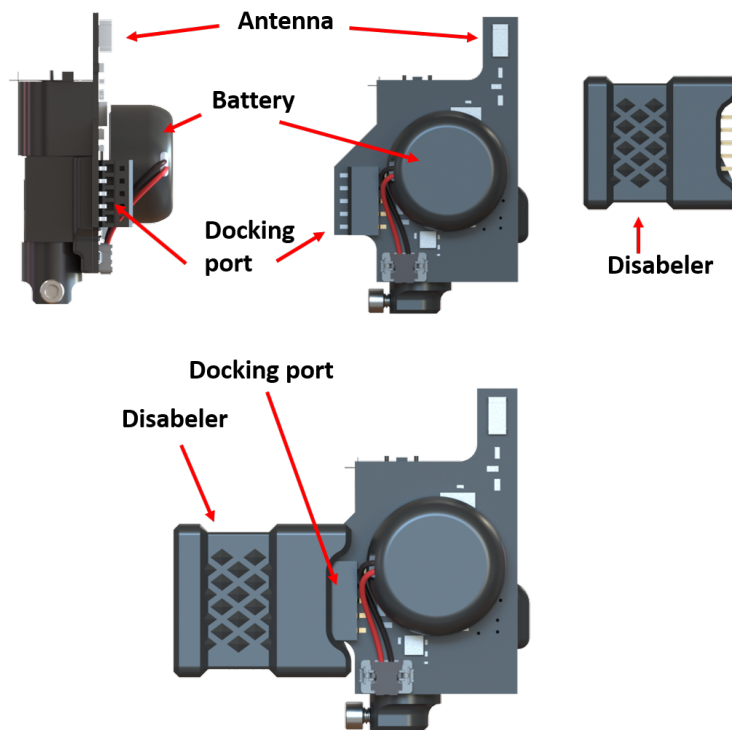

Figure 1.3 – Headstage et Désactivateur
Le *Headstage sans fil* (Fig. 1.3) est un dispositif opto-électronique qui établit le lien entre la canule à fibre optique et la station de base. Il contient des pilotes de DEL, deux DEL au choix (isosbestique + excitation du biosenseur) et un détecteur permettant à la fois d'envoyer des impulsions lumineuses pour illuminer les fluorophores et de collecter les longueurs d'onde d'émission. Le headstage utilise également une batterie pour alimenter les DEL.
- L'**Antenne** (Fig. 1.3) est une petite crête sur le côté du headstage utilisée pour transmettre le signal de photométrie sans fil.
- La **Batterie** sert de source d'alimentation pour le fonctionnement du headstage. Deux types de batteries sont disponibles : Type A et Type B, chacun offrant des durées de charge et des poids différents. Pour plus de détails, veuillez consulter le tableau des spécifications ci-dessous (Tableau 2.1, and 2.3). Une fois la batterie assemblée au headstage, il est préférable de ne pas la déconnecter afin d'augmenter la longévité de l'appareil. En effet, plus de 20 cycles de déconnexion-reconnexion peuvent considérablement desserrer le connecteur du headstage. Une fois l'expérience terminée, pour économiser la charge restante de la batterie, le headstage doit être connecté à la station de charge de la batterie ou au désactivateur (Fig. 1.3). Sinon, le headstage continuera à rechercher des connexions sans fil et à consommer de la batterie.
- Le **Connecteur du headstage** (Fig. 1.3), situé sur la face inférieure du headstage, le relie à la canule à fêrule de 2,5 mm via une petite vis.
- Le **Port d'accueil** (Fig. 1.3) est utilisé par le *Chargeur du headstage* pour recharger la batterie du headstage, ainsi que pour le reprogrammer si nécessaire.
- Le **Désactivateur** (Fig. 1.3) est utilisé pour désactiver la connexion sans fil afin de réduire la dégradation de la batterie lorsque le headstage n'est pas utilisé.